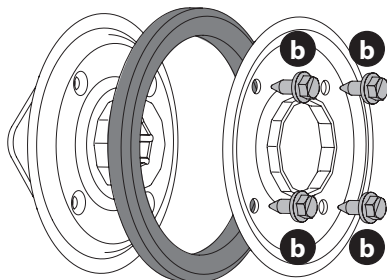

Figure 89
9. Retirez les quatre boulons (a) qui fixent les plaques latérales de la roue de friction. Voir Figure 89.